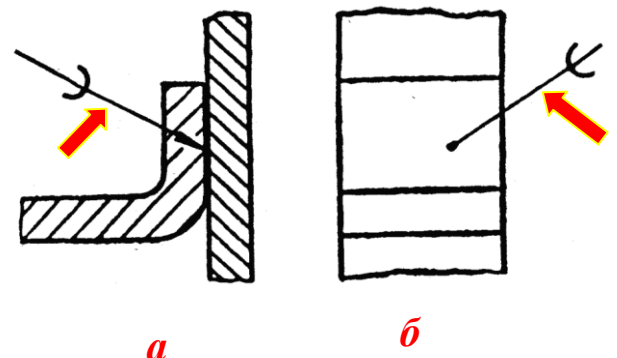

Рис.2
- При позначенні невидимого на зображенні шва стрілку не ставлять. **Рис. 2б.**